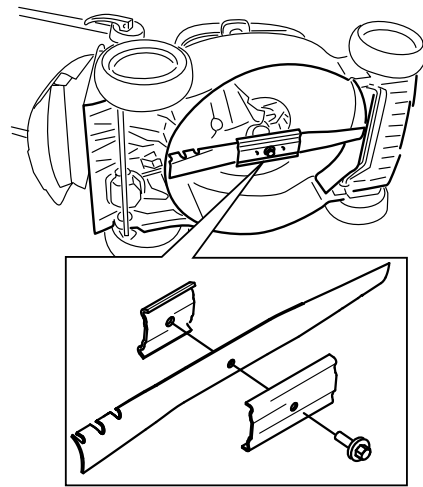

Figure 31
2. Basculez la tondeuse sur le côté (filtre à air en haut) (Figure 31).